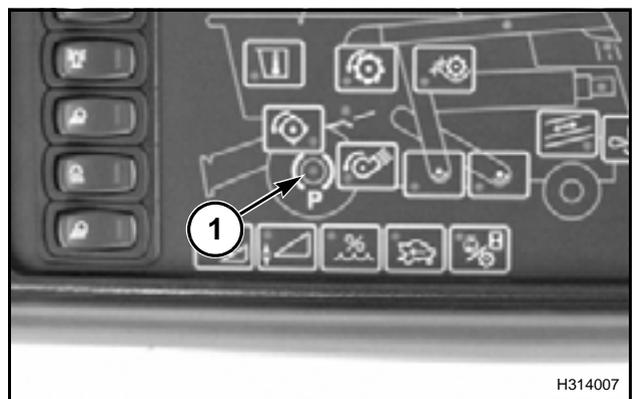

FIG. 33
FIG. 33: La luz roja (1) en el panel electrónico de instrumentos se enciende cuando el freno de estacionamiento esta conectado y la llave de encendido está en la posición ON (encendido).